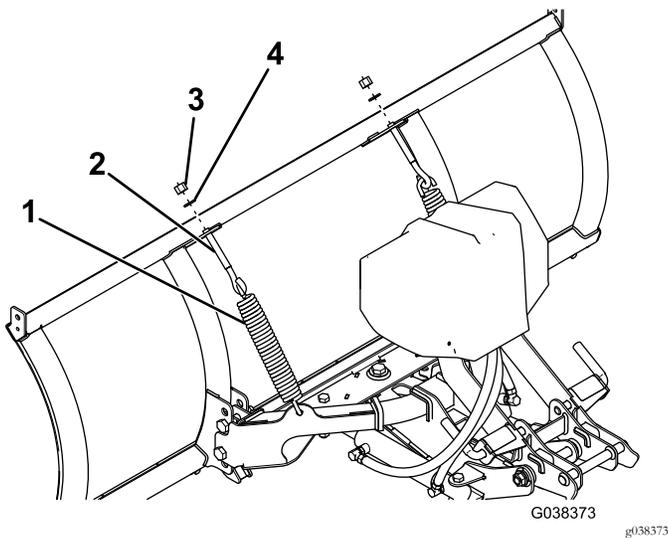

Bild 4
5. Haken Sie die zwei Auslösefedern an den Löchern im Schubrahmen ein (Bild 4).
6. Haken Sie die anderen Enden der Auslösefedern an den beiden Augbolzen ein (Bild 4).
7. Stecken Sie das Gewindeende der Augbolzen durch die Löcher im Schneeschild und befestigen sie mit zwei Scheiben (1/2") und zwei Sicherungsmuttern (Bild 4).